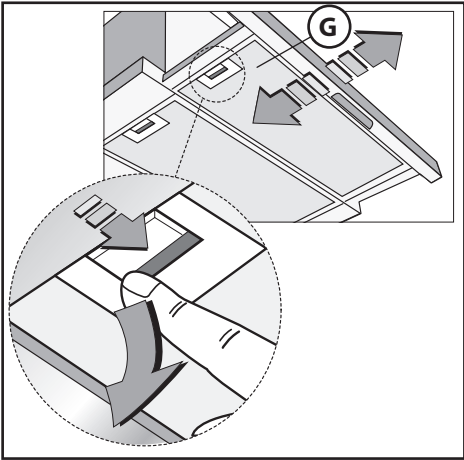

Fig.10
• Hvis emhætten installeres over en glaskeramisk- eller induktionskogeplade er minimumsafstanden mellem emhætte og kogepladen **55cm**. Ved gaskomfur er minimumsafstanden **65cm**. Hvis der anvendes et forbindelsesrør bestående af to eller flere dele, skal den øverste del placeres udenpå den nederste. Tilslut ikke udledningen fra emhætten med et rør, hvori der cirkulerer varm luft eller som anvendes til at udlede røg fra apparater, der ikke bruger elektrisk energi. Inden man begynder monteringen fjernes filtret (Fig.10) for at gøre håndteringen af apparatet lettere.